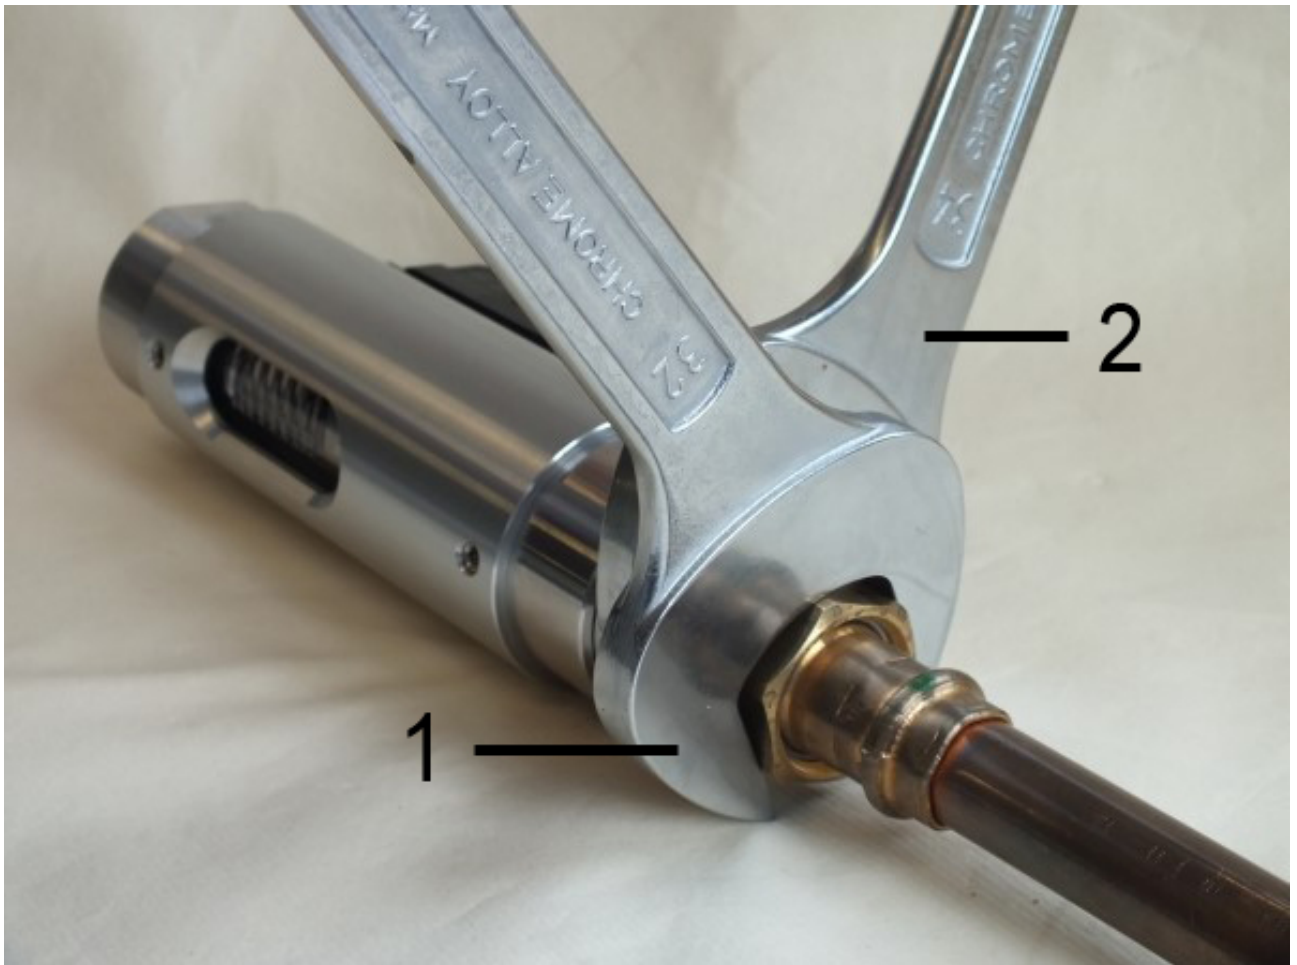

Abb. 12: Gerät einschrauben
3. → Übergangverschraubung (Abb. 12/1) unter Gegenhalten der Verschraubung (Abb. 12/2) des Gerätes weiter eindrehen, bis die Verbindung dicht ist